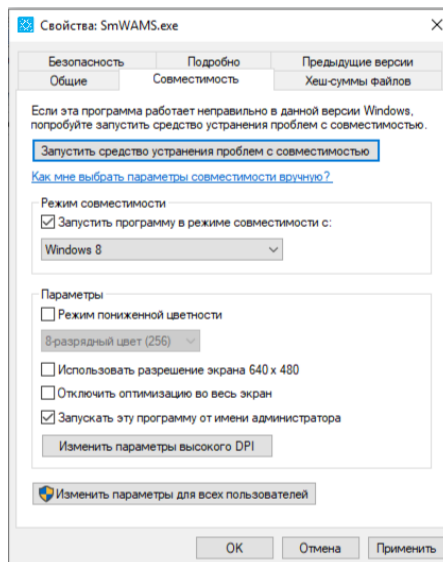

Рисунок 9. Установка запуска от имени администратора SmWAMS и Reanimator
- Установить совместимость и запуск от администратора для программ SmWAMS.exe и Reanimator.exe, находящиеся по умолчанию в C:_RTSoft.WAMS\Core\Bin (рисунок 9).